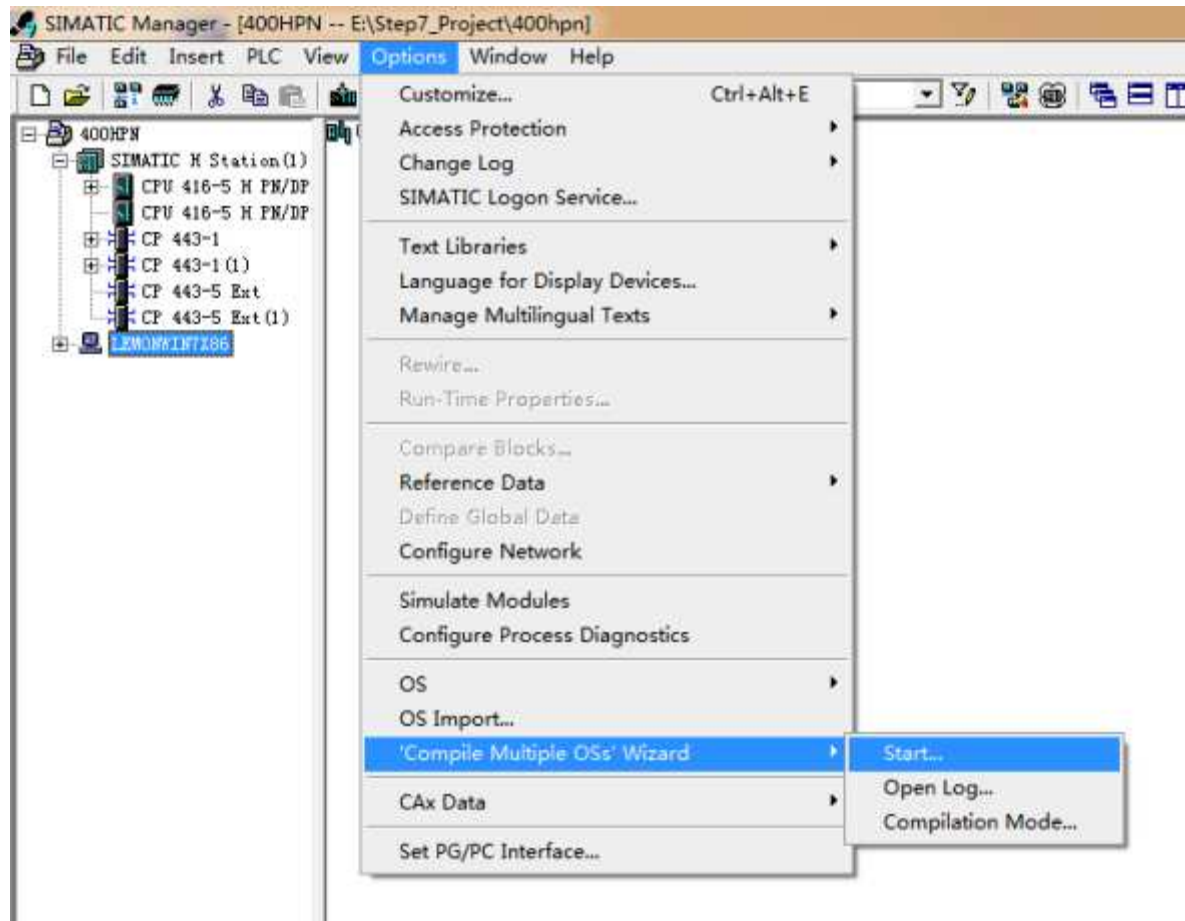

图11
(C) 选择Options-‘Compile Multiple OSs’ Wizard-Start， 执行AS-OS编译， 如图11所示。